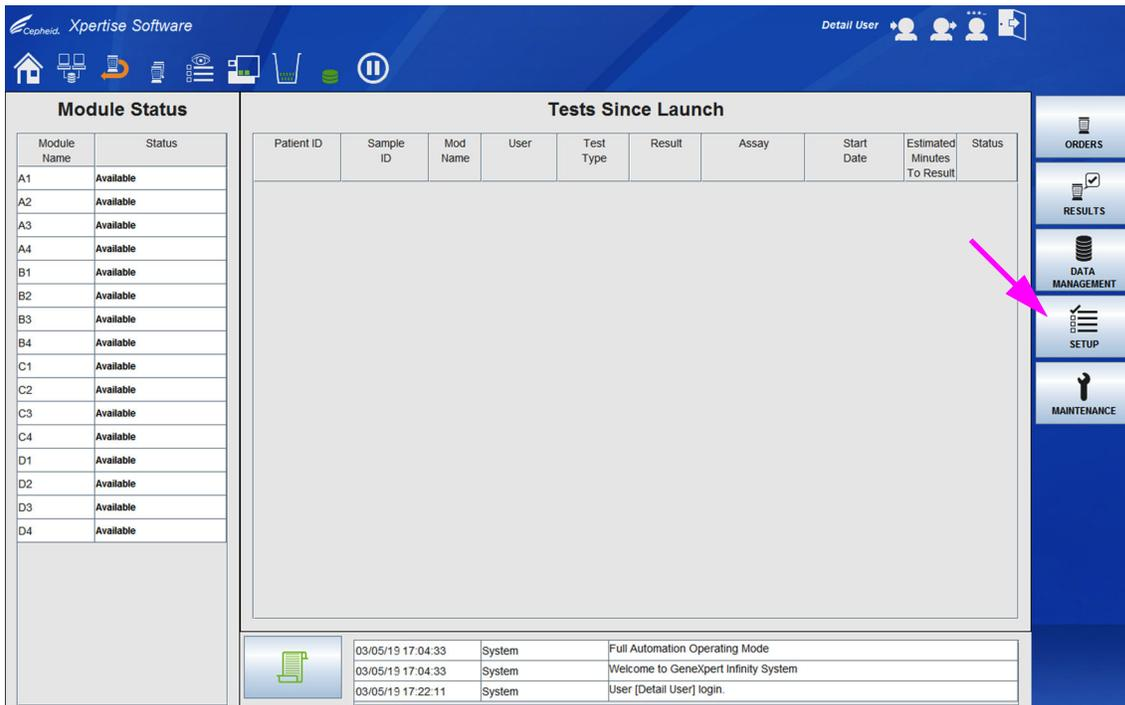
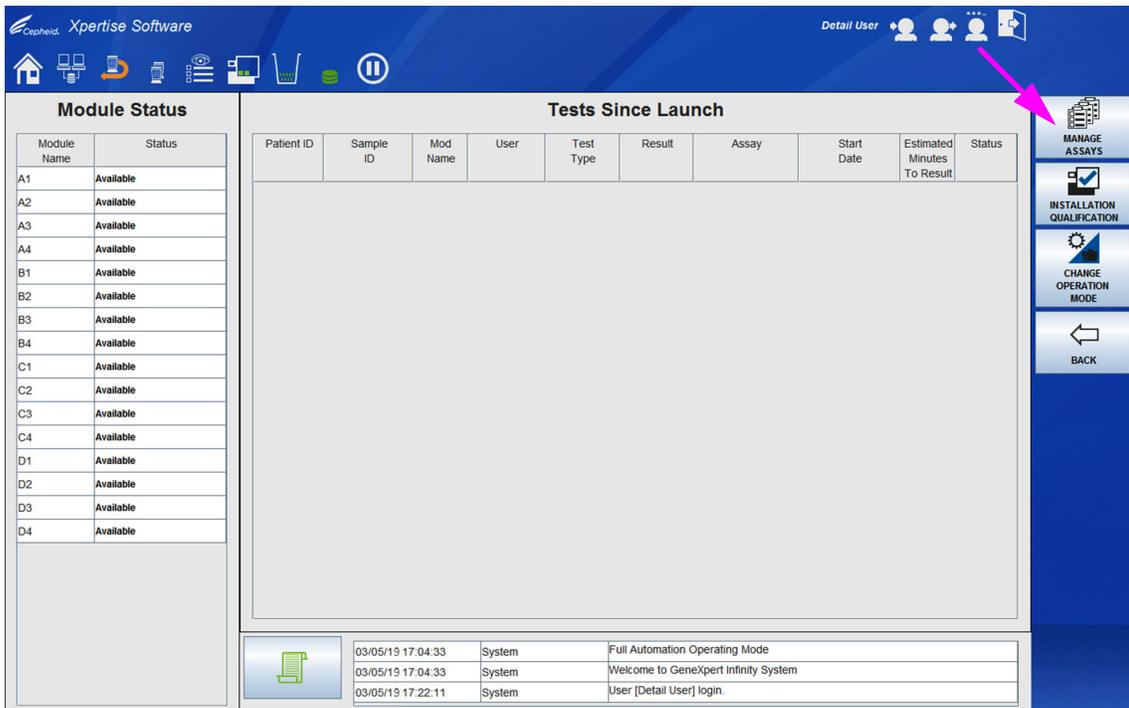
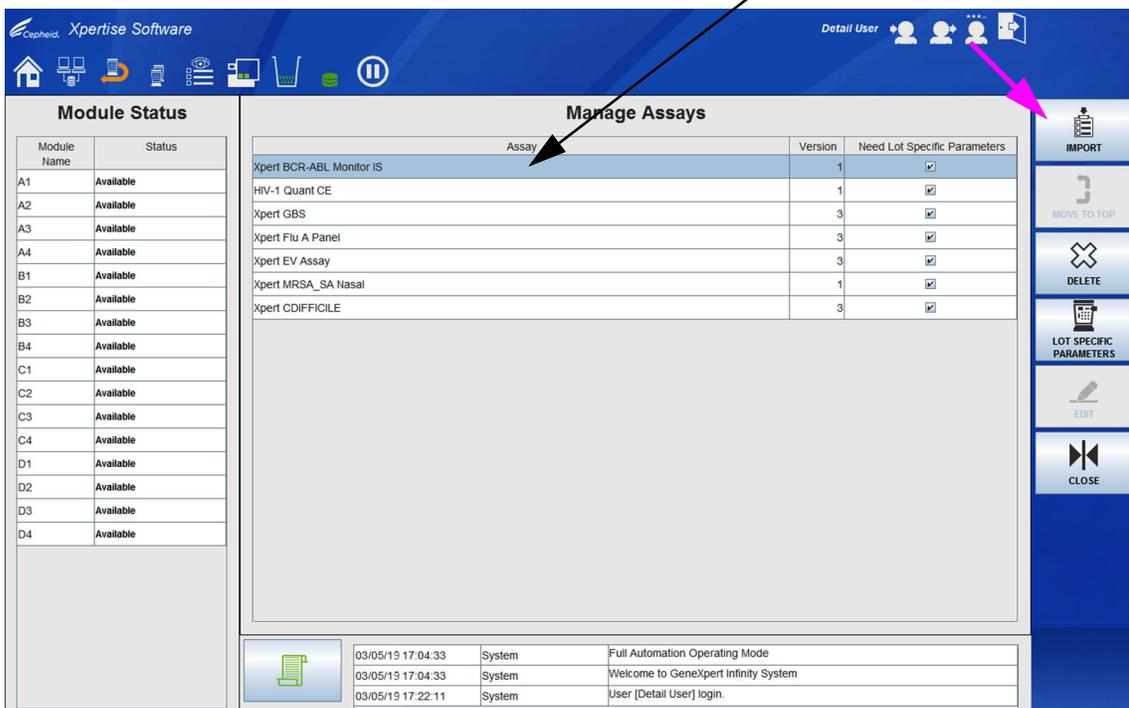
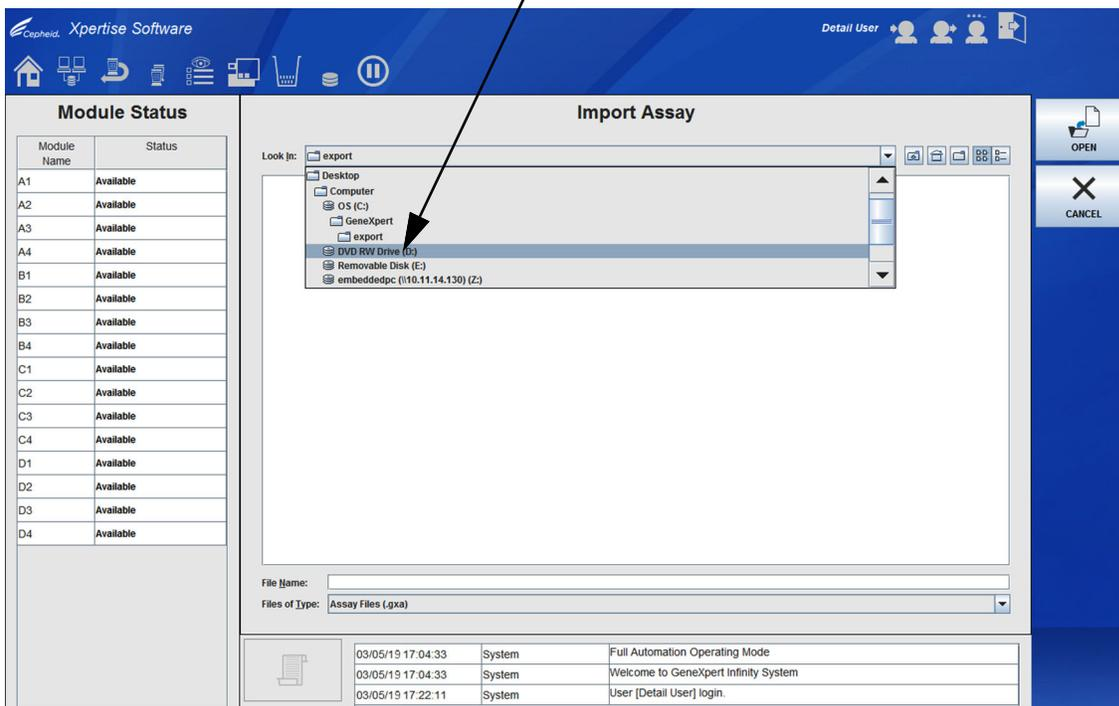

图 2-54. Xpertise 软件主页工作区
图 2-55. 设置菜单
图 2-56. Xpertise 管理检测法 (Manage Assays) 工作区
图 2-57. 导入检测法 (Import Assay) 工作区 – 导航至 DVD 驱动器
1. 在 Xpertise 软件 (Xpertise Software) 主页工作区中，选择**设置 (SETUP)** 按钮。请参见图 2-54。显示设置菜单。请参见图 2-55。
2. 选择**管理检测法 (MANAGE ASSAYS)** 按钮（参见图 2-55）。管理检测法 (Manage Assays) 工作区会出现并显示一系列先前导入的所有检测法。请参见图 2-56。
**注** 如果这是初次系统安装，图 2-56 中所显示的管理检测法 (Manage Assays) 工作区将不会显示任何检测法。
3. 选择**导入 (IMPORT)** 按钮（参见图 2-56）。导入检测法 (Import Assay) 工作区会显示。请参见图 2-57。
4. 在**查找: (Look in:)** 下拉菜单下方, 导航至 DVD 驱动器。请参见图 2-57。
新的检测法名称和版本号会出现在管理检测法 (Manage Assays) 工作区中的检测法列表。请参见图 2-56。检查检测法名称和版本号以核实您是否已导入正确的检测法定义。